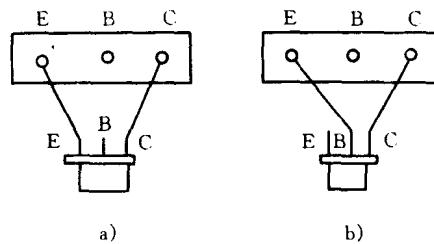

图 1-4 测 I_{CEO} 与 I_{CBO} 晶体管接法
(1) h_{FE} 的测量 先转动开关至晶体管调节 ADJ 位置上，将红黑测试棒短接，调节零欧姆调节电位器，使指针对准 $300h_{FE}$ 刻度线上，然后转动开关到 h_{FE} 位置，将要测的晶体管脚分别插入晶体管测试座的 CBC 管座内，指针偏转所示数值约为晶体管的 h_{FE} 值。N 型晶体管应插入 N 型管座内，P 型晶体管应插入 P 型管座内。
(2) I_{CEO} 与 I_{CBO} 的测量 I_{CEO} 为集电极与发射极间的反向截止电流（基极开路）。 I_{CBO} 为集电极与基极间的反向截止电流（发射极开路）。转动开关至 $\Omega \times 1k$ 档，将测试棒两端短路，调节零欧姆调节电位器，使指针对准零欧姆上（此时满刻度电流值约为 $90\mu A$ ）。分开测试棒，然后将欲测的晶体管按图 1-4 所示插入管座内，此时指针指示的数值约为晶体管的反向截止电流值。指针指示的刻度值乘上 1.2 即为实际值。